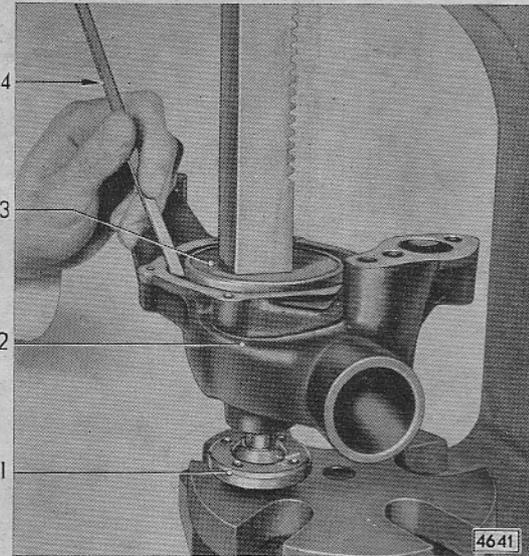

Bild D 13 - Einbau des Rotors
12. Pumpe mit der Nabenseite der Welle auflegen und Rotor aufpressen. Zwischen den Rotorflügeln und dem Pumpengehäuse muß ein Abstand von 0,25 bis 0,89 mm vorhanden sein. Abstand mit Fühllehre messen (Bild D 13).